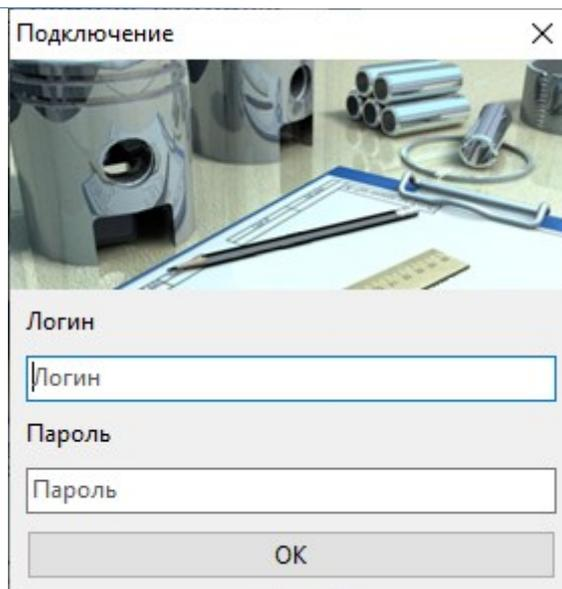

Рис. 2 — Окно входа в систему.
3.3 При первом запуске система выводит текст лицензионного соглашения. Далее, если используется полнофункциональная версия, то система представит окно входа (Рис. 2). Для входа в систему необходимо указать свои учетные данные (пользователь и пароль), предоставленные администратором системы и выполнить команду «ОК».